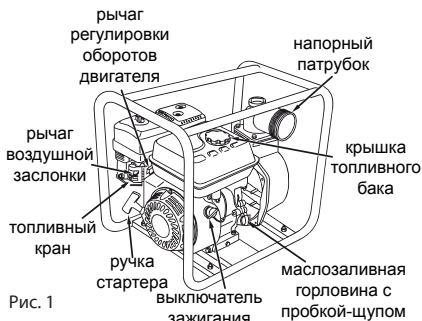
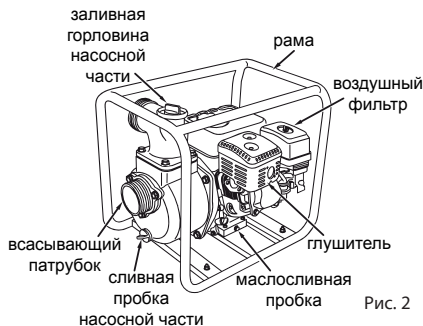

Рис. 1
Рис. 2
7.1. Насос состоит из следующих основных частей: рама, однопоршневой 4-х тактный бензиновый двигатель внутреннего сгорания с воздушным охлаждением, насосная часть (см. рис. 1 и рис. 2). Рабочее колесо насосной части закреплено непосредственно на валу двигателя, что обеспечивает компактность и исключает потери мощности.